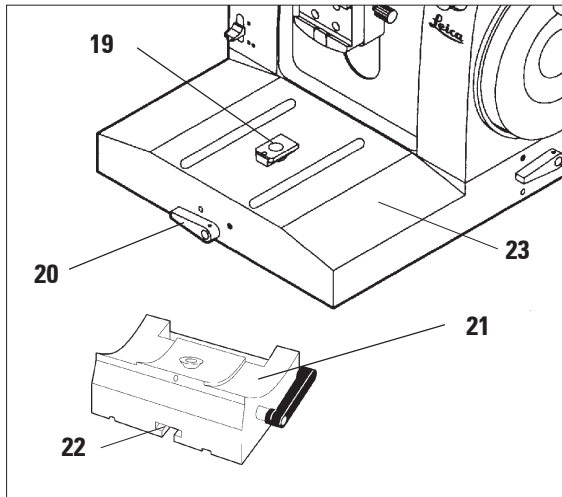

Fig. 10
- Drei grovmatingshjulet inntil innfestingen for prøveklemmer (31) har nådd bakre stoppstilling (se kapittel 5.5).
- Frigjør klemhåndtaket (20, Fig. 10) på forsiden av mikrotomsokkelen og beveg knivholdersokkelen og knivholderen til de befinner seg rett foran prøven.
Se Fig. 10, s. 17 eller Fig. 26, s. 28.